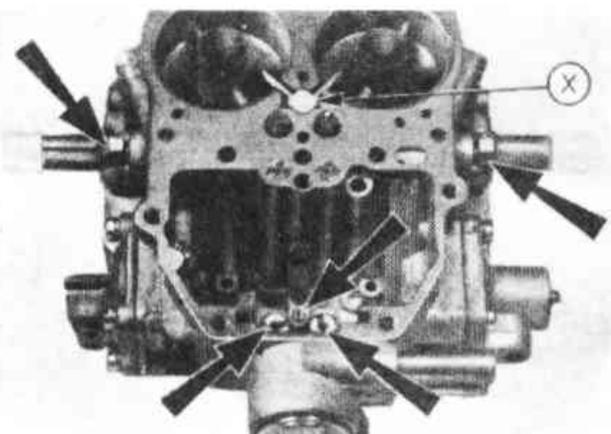

Рис.3.83. Размещение жиклеров карбюратора (Разд.34)
4. Выверните пять жиклеров, указанных стрелками на Рис.3.83, заметив, как они были установлены, а затем извлеките распылители ускорительного насоса.